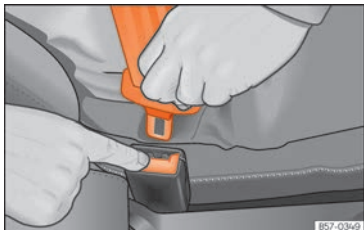

Abb. 15 Schlosszunge vom Gurtschloss lösen.
- Rote Taste im Gurtschloss drücken »» **Abb. 15**. Die Schlosszunge springt heraus.